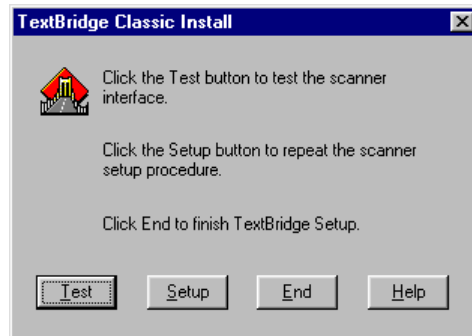

Figure 8 : Terminer l'installation
13. Sélectionnez 'Trust Easy Scan 19200 / 32' dans la liste et cliquez sur 'Select'. Une fenêtre similaire à celle de la figure 8 apparaît.